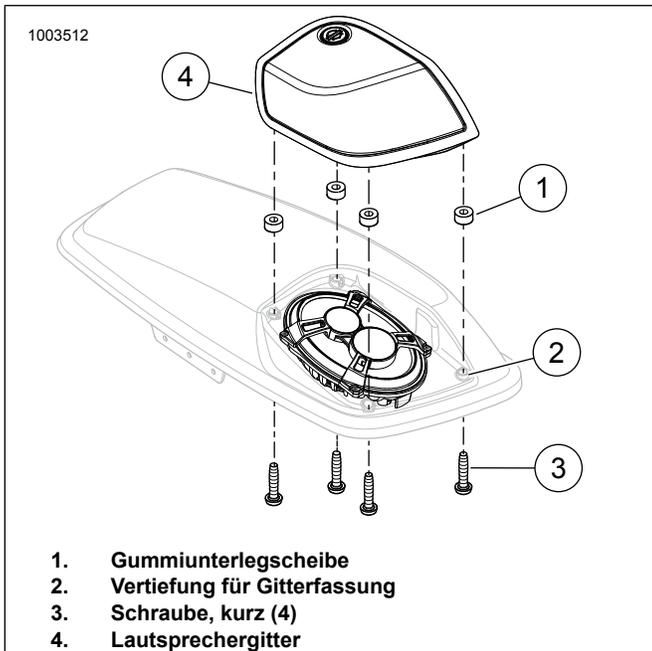

Abbildung 2. Einbau und Ausbau des Gitters
4. Siehe Abbildung 2. Die Lautsprechergitterschrauben (3) entfernen. Die Schrauben zur späteren Verwendung aufheben.
5. Das Lautsprechergitter (4) entfernen. Die Schrauben zur späteren Verwendung aufheben.
6. Auf die Position der Gummiunterlegscheiben (1) für die spätere Wiederverwendung achten.